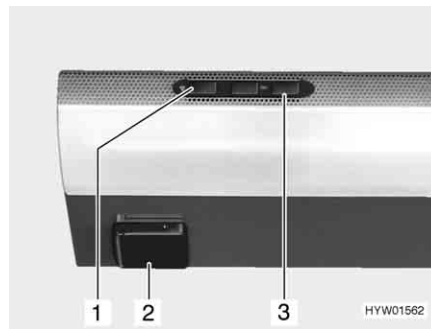

Bild 183 Gasbackofen (Dometic)
- Den Drehregler (Bild 183,1) leicht drücken und nach links auf eine beliebige Position drehen.
- Den Drehregler (Bild 183,1) auf "O" drehen. Die Flamme erlischt.